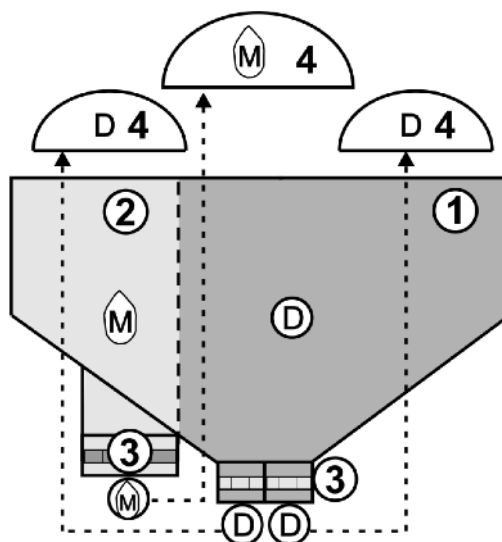

Рис. 26
- Установите на дозаторы подходящие дозирующие катушки для кукурузы и удобрений (Рис. 26).
- В зависимости от того, какое расстояние требуется между рядами, некоторые выходы на всех распределителях (Рис. 26/4) следует закрыть.